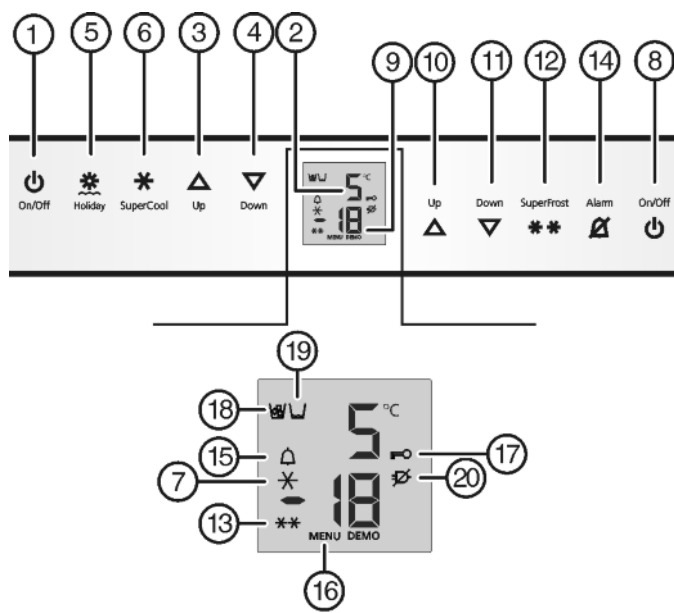

Fig. 2
- Нажмите кнопку On/Off морозильного отделения Fig. 2 (8).
- Нажмите кнопку On/Off холодильного отделения Fig. 2 (1).
- Активация режима настройки: удерживайте кнопку SuperFrost Fig. 2 (12) прил. 5 секунд.
- ▷ Символ меню *Fig. 2 (16)* горит.
- ▶ Коротко нажмите кнопку SuperFrost *Fig. 2 (12)* для подтверждения.
- ▶ Для включения защиты от детей коротко нажмите клавишу SuperFrost *Fig. 2 (12)*.
- ▷ Символ "Защита от детей" *Fig. 2 (17)* горит. На индикации мигает **с**.
- ▶ Для выключения защиты от детей коротко нажмите клавишу SuperFrost *Fig. 2 (12)*.
- ▷ Символ защиты от детей *Fig. 2 (17)* гаснет. На индикации мигает **с**.
- ▶ Выход из режима настройки: нажмите кнопку On/Off морозильного отделения *Fig. 2 (8)*.
- ▶ Нажмите кнопку Alarm *Fig. 2 (14)*.
Одновременно мигает индикация температуры и символ тревоги *Fig. 2 (15)*.
Звуковой сигнал выключается автоматически, символ аварийного сигнала *Fig. 2 (15)* выключается и индикатор температуры перестает мигать, если температура снова становится достаточно низкой.